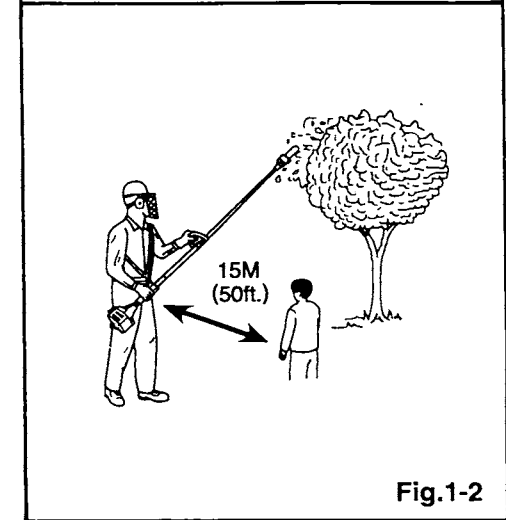

Fig.1-2
from coming nearer than 15M (50ft.) while the pole trimmer is in use. (Fig.1-2)
- Always wear head protection with full face shield to help protect against falling branches and debris. (Fig.1-2)
- Il faut avertir les spectateurs et les compagnons du danger. Il faut empêcher que les enfants et les animaux puissent venir plus proche de 15 mètres (de 50 pieds) lors de l'utilisation de l'émoindoir à perche. (Fig.1-2)
- Il faut porter toujours un protecteur de tête muni d'un masque de sécurité au complet pour pouvoir assurer la protection contre des branches et des débris tombés. (Fig. 1-2)
- Si deve avvertire del pericolo gli spettatori ed i compagni di lavoro. Si deve impedire i bambini e gli animali di approssimarsi di meno di 15 metri (di 50 piedi) quando si fa uso del potatore a pertica. (Fig. 1-2)
- Portare sempre un protettore di testa con uno schermo di faccia integrale per assicurare la protezione contro i rami ed i detriti cadenti. (Fig. 1-2)